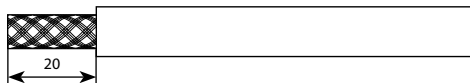

Рис. 12
4.2.1. Разрезать и снять оболочку с конца нагревательной ленты (см. рис. 12).